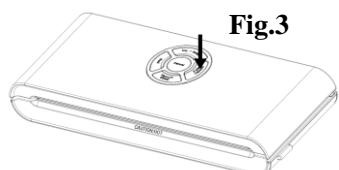

Fig.3
4. Apăsați întrerupătorul recipientului de alimente „PULSE VACUUM” pentru a începe vidarea – Fig. 3. Pentru a vă asigura că nu există pierderi de aer între capac și recipientul de alimente, împingeți cu mâinile, în jos, butonul capacului, la începutul procesului de vidare.